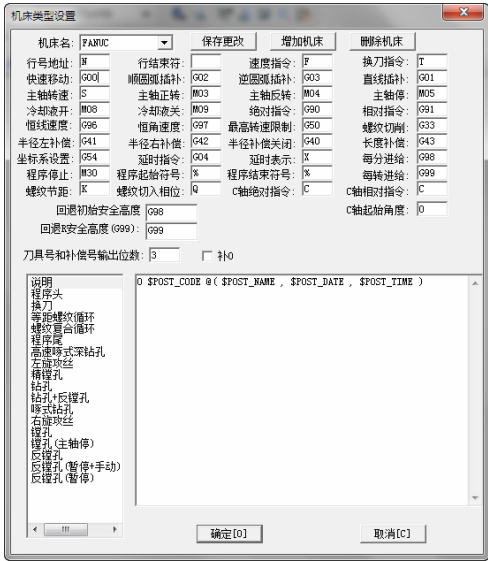

图 4-169 “机床类型设置”对话框
1) 选择下拉菜单“数控车”→“机床配置”命令，或直接单击“数控车工具”工具栏中的“机床配置”按钮，系统弹出“机床类型设置”对话框，设置参数如图 4-169 所示。